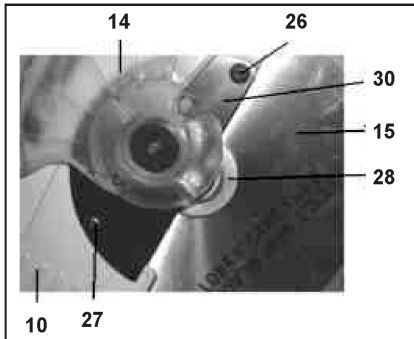

Рис. 2
Для снятия пильного диска (15) переведите защитный кожух (14) в верхнее положение, выкрутите винт (26) и ослабьте винт (27) (Рис. 2).
Переведите защитный кожух (14) в верхнее положение так, чтобы открыть полный доступ к пильному диску (15) (Рис. 2).